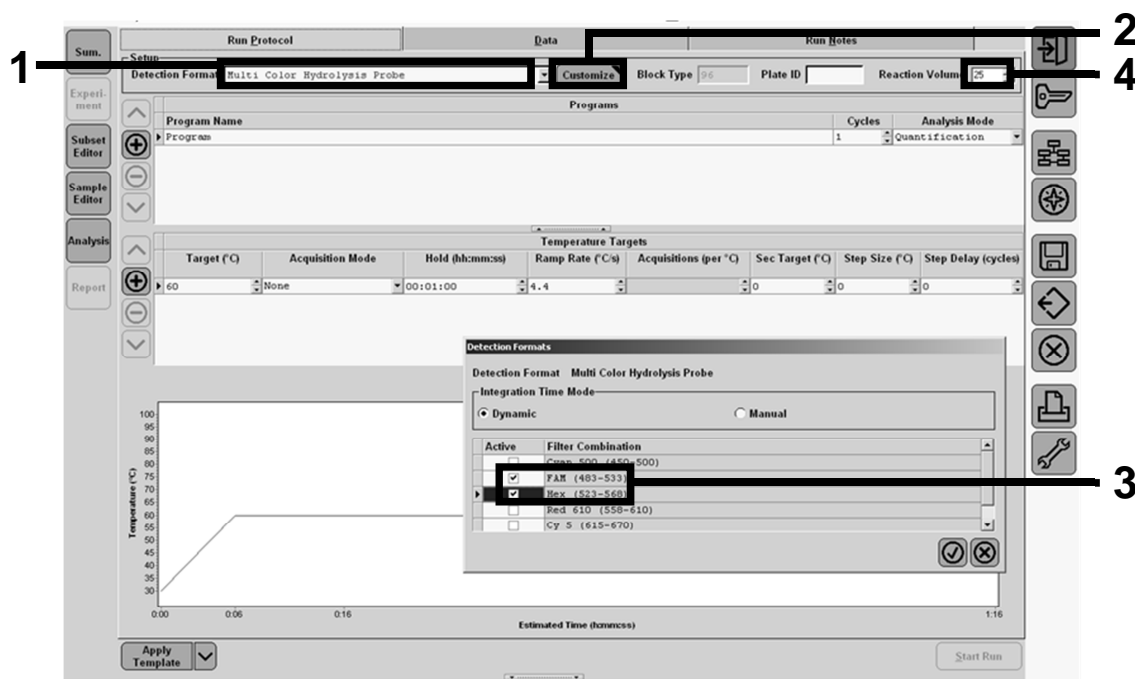

Figura 21. LightCycler 480 I: impostazione del formato di rilevazione.
- 11a. LightCycler 480 I: Selezionare "Multi Color Hydrolysis Probe" (Sonda di idrolisi policroma), fare clic su "Customize" (Personalizza), quindi verificare che siano selezionati i canali "FAM (483–533)" ed "Hex (533–568)" (ovvero VIC) (Figura 21). Impostare il volume della reazione su "25" μ l (Figura 21) e proseguire con il passaggio 12.